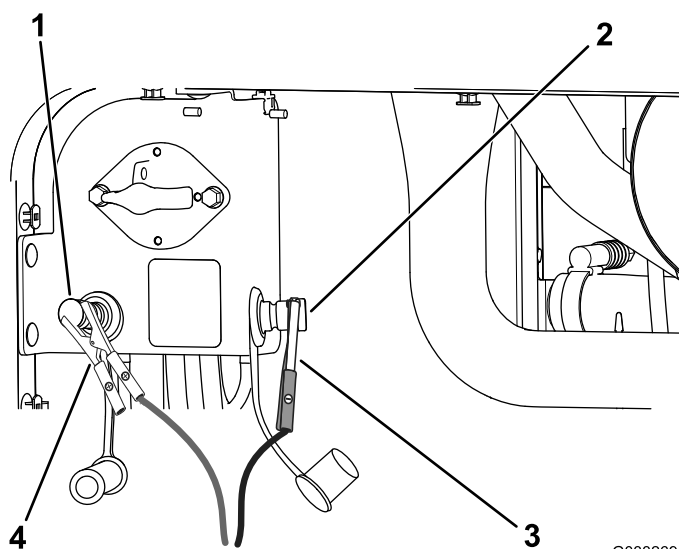

Figura 108
4. Ligue o cabo positivo do carregador da bateria ao polo positivo de arranque (Figura 108).
5. Ligue o cabo negativo do carregador da bateria ao polo negativo de arranque (Figura 108).
- Quando as baterias estiverem totalmente carregadas, desligue o carregador da tomada elétrica e em seguida desligue os cabos do carregador dos polos de arranque (Figura 108).